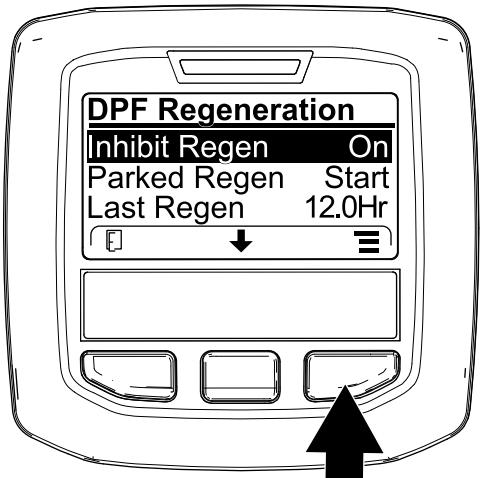

Bild 48
1. Navigieren Sie auf das Menü „DPF Regeneration“, drücken Sie die mittlere Taste und navigieren Sie auf die Option INHIBIT REGEN.; drücken Sie die rechte Taste, um den Eintrag „Inhibit Regen.“ auszuwählen (Bild 48).
2. Drücken Sie die rechte Taste, um die Einstellung für das Verhindern der Regenerierung von „On“ in „Off“ (Bild 48) oder von „Off“ in „On“ (Bild 49) zu ändern.